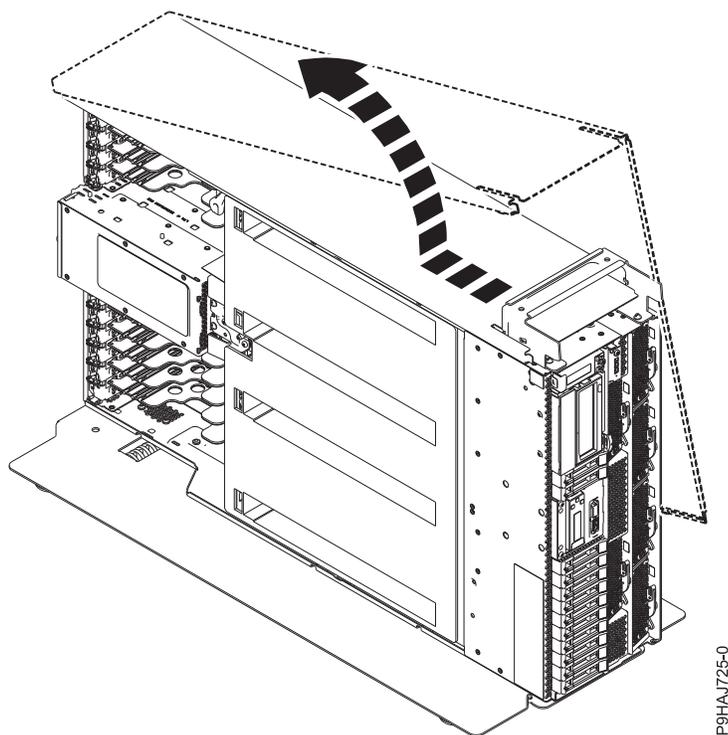

Figura 45. Removendo a Tampa Lateral
6. Arraste a tampa lateral para fora do sistema na direção que é mostrada no Figura 45 na página 68.